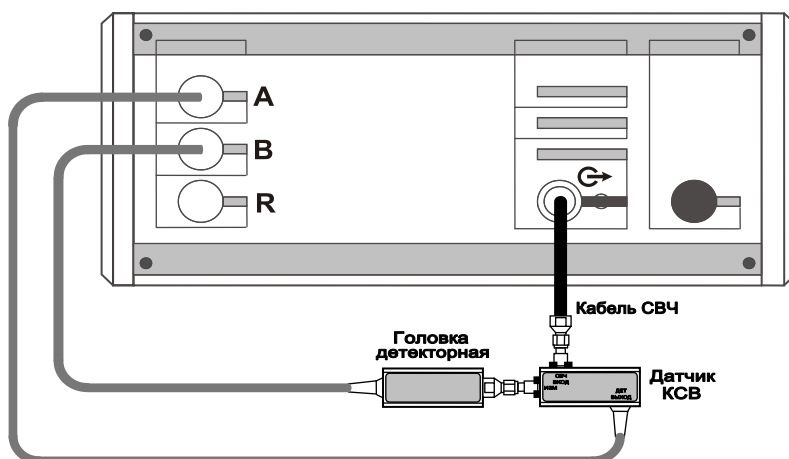

Рисунок 4.22 – Схема калибровки
4.5.5.2 Установка параметров измерений, проведение калибровки и измерений аналогичны приведенным в п. 4.5.3.4 и 4.5.4. Калибровка осуществляется последовательно: сначала для режима измерения КО и КСВН по указаниям п. 4.5.4, а затем для измерения модуля КП по указаниям п. 4.5.3.4. Сечением калибровки в режиме измерения модуля КП является измерительный порт датчика КСВ (рисунок 4.22).